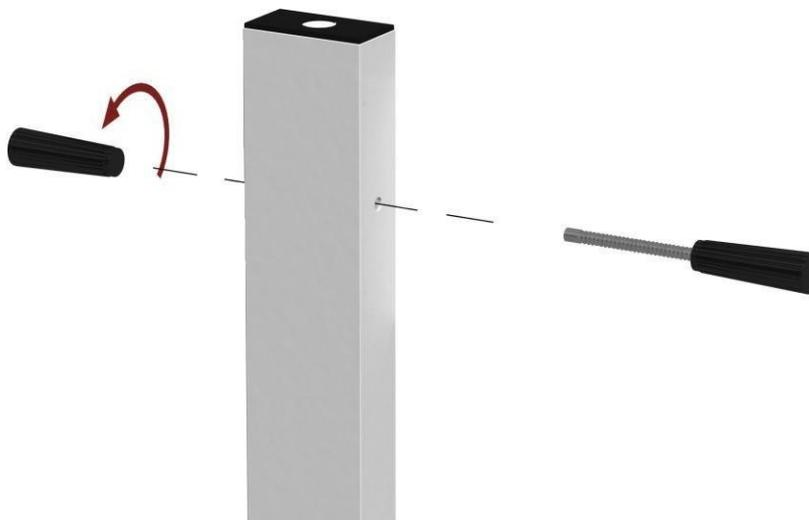

Abb. 15
- ✓ Stecken Sie die beiden mitgelieferten Griffe in das entsprechende Loch, wie in Abb. 15 dargestellt.